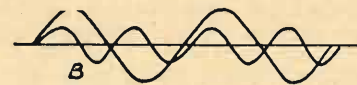

Fig. 1
La fig. 1 rappresenta lo schema generale di un apparecchio a batteria a quattro valvole, comprendente un'alta frequenza a griglia schermo, una rivelatrice a griglia schermo a due diodi bassa frequenza. Abbiamo preso questo montaggio come esempio, perchè corrisponde a un ricettore di grande sensibilità e di buona potenza; ma l'adattamento della polarizzazione sarebbe evidentemente lo stesso su ogni altro ricettore.
damentale. In fig. 1, sono rappresentate graficamente le vibrazioni della nota fondamentale (A), e della seconda armonica (B). Dalla diversa dosatura di queste armoniche noi possiamo avere suoni che, pur essendo della medesima intensità ed altezza fondamentale, ci sembrano provenire da un violino, da un clarino, da un pianoforte ecc. In altre parole, la presenza e la opportuna distribuzione delle diverse armoniche, sono ciò che dà il colore, la fedeltà, e la naturalezza di un suono riprodotto. Si è constatato che l'importanza delle armoniche cresce coll'aumentare della frequenza fondamentale del suono emesso. Perché si abbia una riproduzione fedele è necessario che non soltanto le note fondamentali, ma anche tutte le armoniche siano fedelmente trasformate in oscillazioni elettriche, e che il telefono abbia poi a riprodurle acusticamente. In pratica la riproduzione delle armoniche non avviene nel miglior modo, e da ciò derivano distorsioni spesso notevoli, che tolgono al suono le caratteristiche che ne costituiscono il timbro.